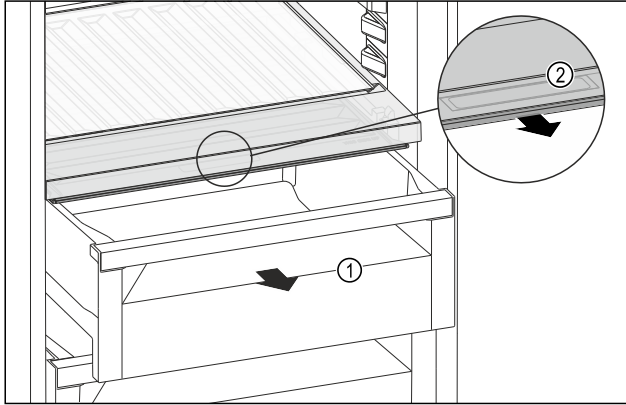

Fig. 219
- ▶ Húzza ki a fiókot Fig. 219 (1).
- ▶ Fogja meg a süllyesztett fogantyút Fig. 219 (2) a rekeszfedélen, és ezzel egy időben húzza előre felé a rekeszfedélet.